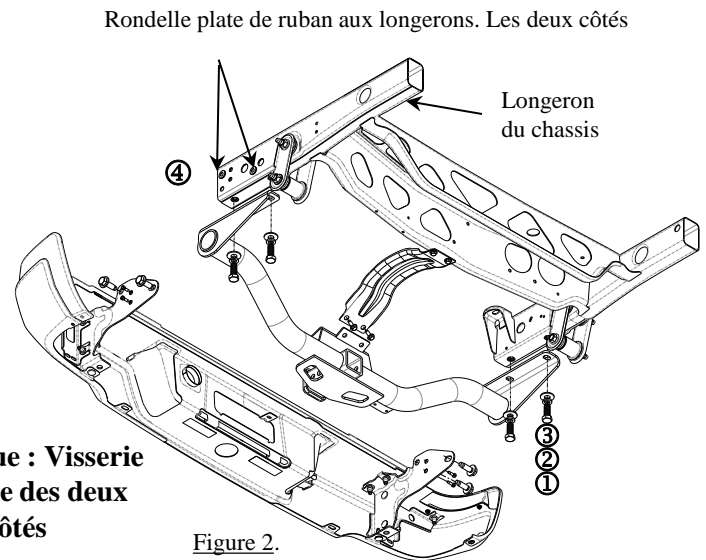

Figure 2.
1. Enlever la structure d'impact et la structure du pare-chocs (8 boulons). Retirer (2) boulons à la roue de secours berceau (garder de ré-installer). Débrancher la fiche électriques. Remettre la structure d'impact au propriétaire.
3. Soulever l'attelage en position et poser la visserie fournie comme illustré. Voir la Figure 2.